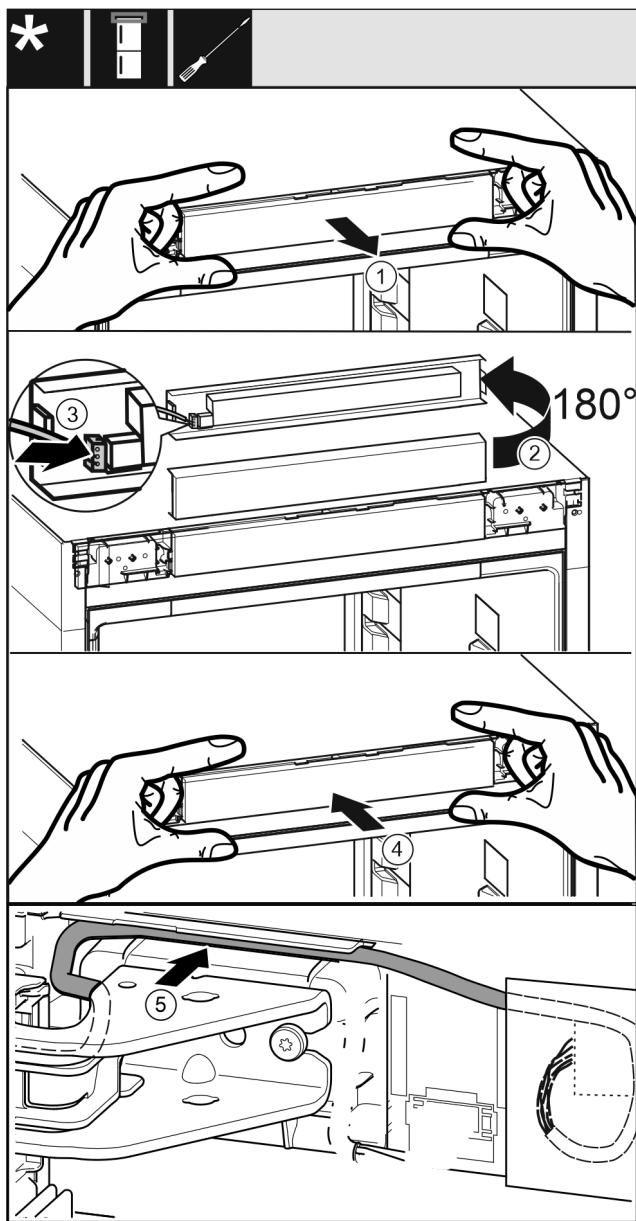

Fig. 31
- Обережно витягніть невелику панель керування. Fig. 31 (1)
- Поверніть панель на 180° вгору. Fig. 31 (2)
- Зафіксуйте штекер на невеликій панелі керування. Fig. 31 (3)
- Знову зафіксувати невелику панель керування на пристрої. Fig. 31 (4)
- Обережно розташуйте сірий кабель в направляючій над верхнім опорним кронштейном. Fig. 31 (5)